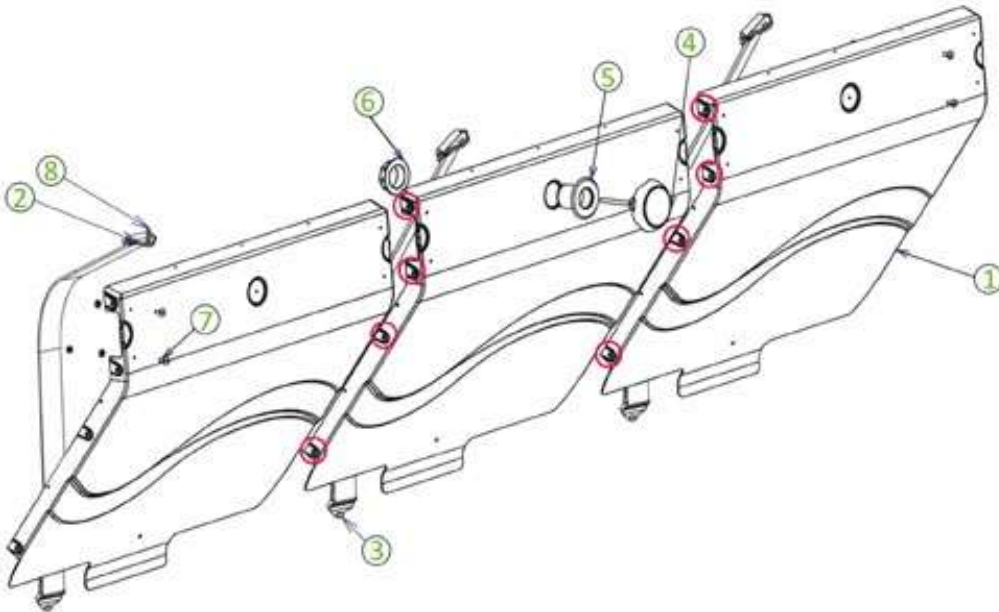

Abbildung 42 – Montage der Trennwand und des Projektors
Die Montageschritte der Trennwand und des Projektors werden in Abbildung 42 dargestellt. Die für die Montage benötigten Schrauben befinden sich im Pack Y.
Montieren Sie die drei Module (1) der Trennwand mit acht Sechskantschrauben 8 x 20 aus A4 Edelstahl und acht Muttern mit Durchmesser 8 mm, verbunden durch eine Unterlegscheibe mit Durchmesser 8 mm auf jeder Seite der Wand, also insgesamt 16 Unterlegscheiben. Die genaue Position dieser Schrauben auf der Wand wird durch acht rote Kreise in Abbildung 42 angedeutet.